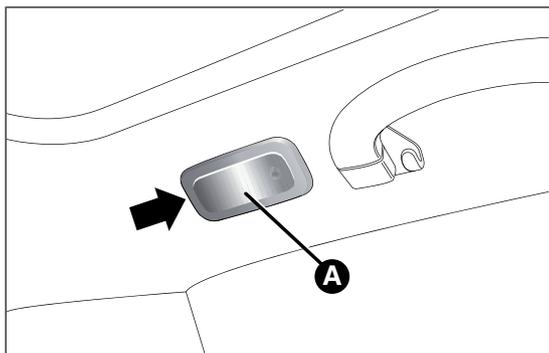

fig. 147
- agire nel punto indicato dalla freccia e rimuovere la plafoniera A fig. 147;